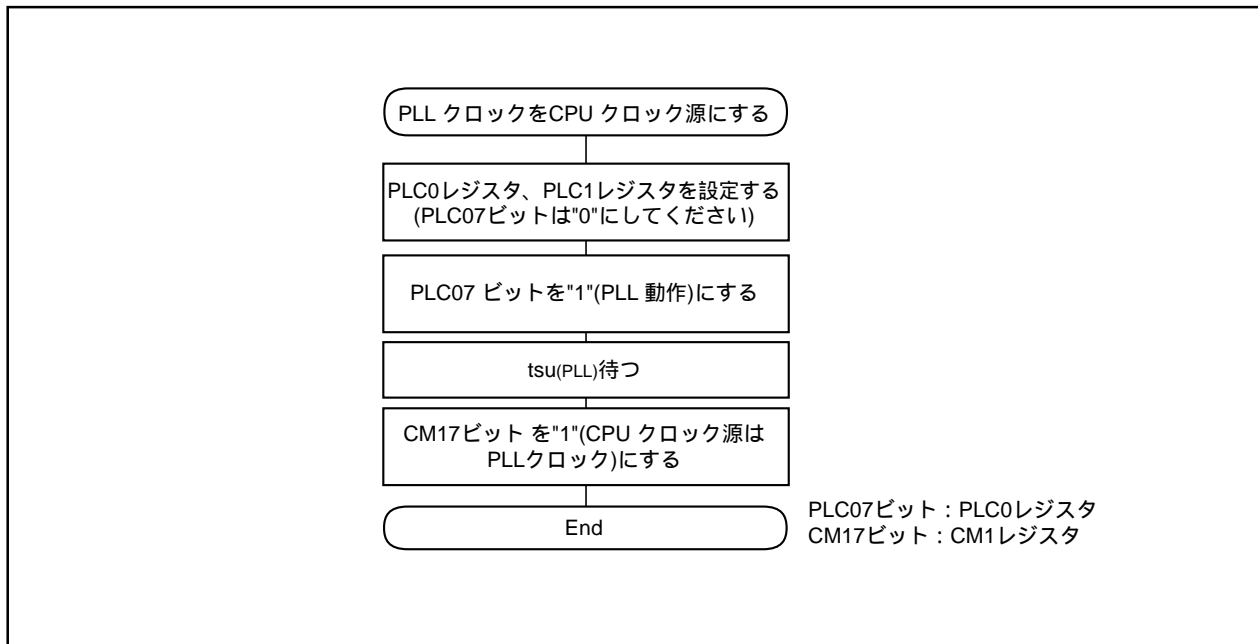

図9.11 PLLクロックをCPUクロック源にする手順
- 注4. CM17ビットはCM2レジスタのCM21ビットが“0”のとき有効です。CM17ビットを“1”にする場合は、図9.11の手順に従ってください。
PLLクロックは、電圧制御発振器(VCO)から出力されるクロックの2分周または3分周が選択できます。CPUクロックや周辺機能クロックのクロック源として使用する場合、表9.3に示すように各ビットを設定してください。また、図9.11にPLLクロックをCPUクロック源にする手順を示します。